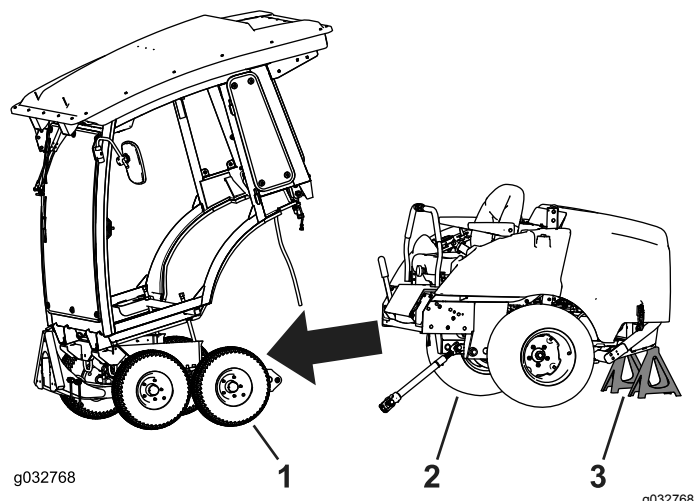

Figura 118
8. Afaste a estrutura de inverno da estrutura da máquina (Figura 118).